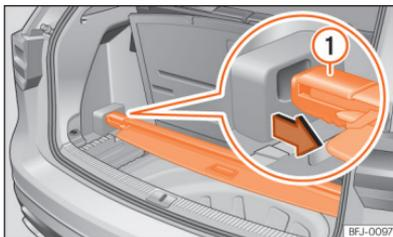

Fig. 195 Sob o piso da bagageira: guardar a chapeleira da bagageira.
- Coloque a chapeleira da bagageira no suporte previsto para o efeito >>> Fig. 195.